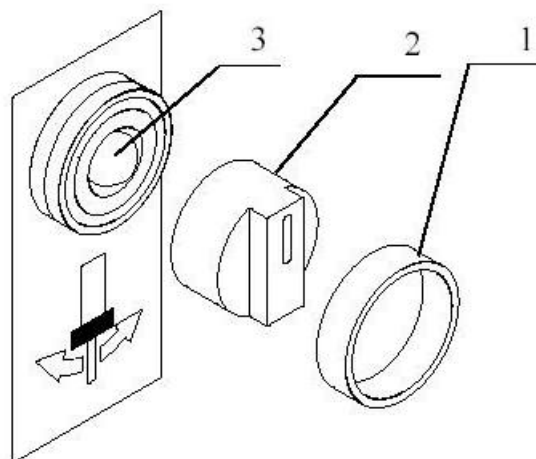

Fig. 56
1. Dévisser la couronne de fixation de l'interrupteur (Fig. 56/1).
2. Par une petite rotation débloquer la protection transparente de l'ampoule (Fig. 56/2).
3. Enlever d'une manière analogue l'ampoule à remplacer (Fig. 56/3).